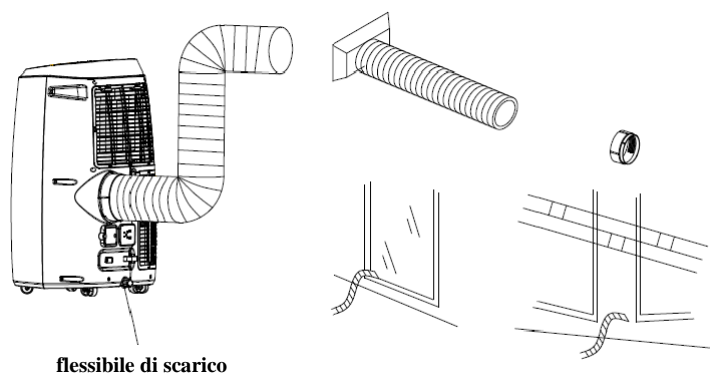

Fig. 5b
- 3) Collegare il flessibile di scarico all'apparecchio (Fig. 5b).
- b) Collegare il raccordo lato macchina all'uscita sul retro dell'apparecchio (Fig. 5b).